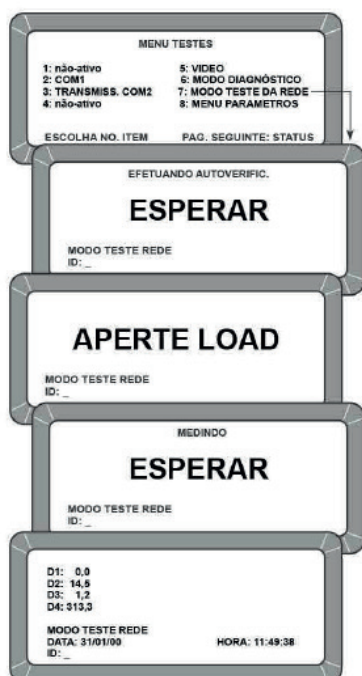

Figura 52. Visualizando resultados no modo TESTE DA REDE
1. Tecle 7 -MODO TESTE DA REDE (Ver figura 52).